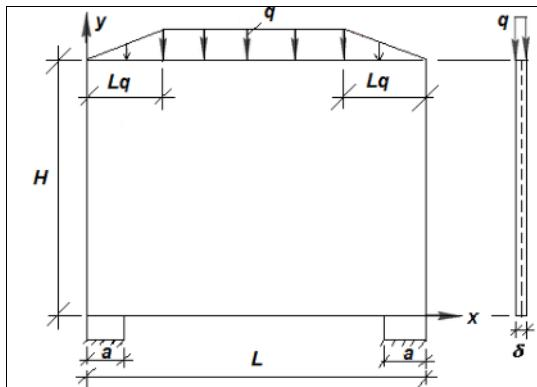
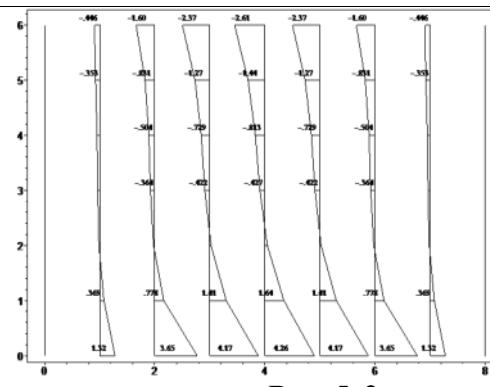

Рис.5.1
Рис.5.2
5. На рис. 5.1 показана балка-стенка, на рис. 5.2 показаны эпюры